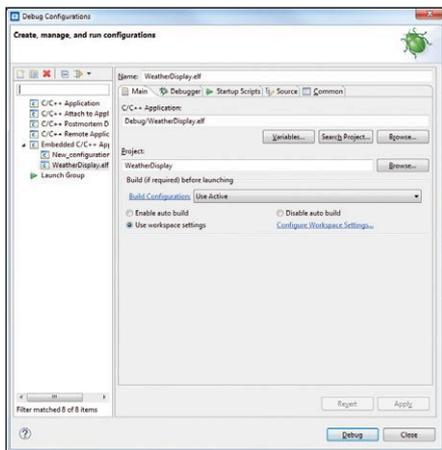
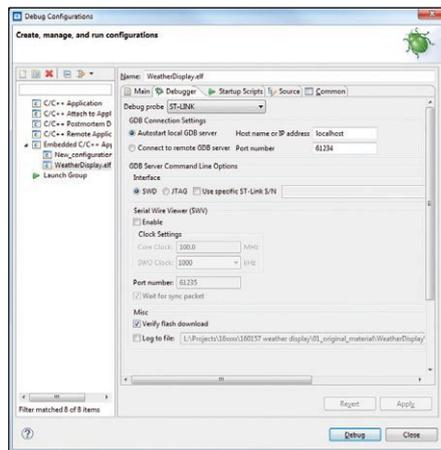
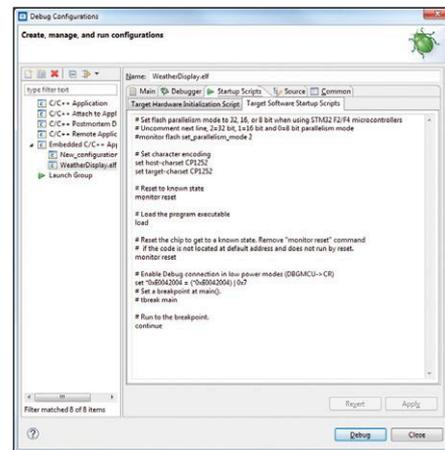

Figure 8. Configuration Nucleo : onglet *Main*.
Figure 9. Configuration Nucleo : onglet *Debugger*.
Figure 10. Configuration Nucleo : onglet *Startup-Scripts*
7. Configuration : allez à **Run > Debug Configurations** et double-cliquez sur **Embedded C/ C++ Application**. Puis reprenez les configurations affichées dans l'onglet *Main* (fig. 8), l'onglet *Debugger* (fig. 9) et l'onglet avec les *Startup Scripts* (fig. 10).